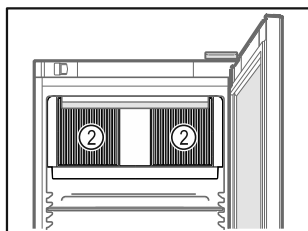

Fig. 41
- Sørg for at cirkulationsblæserens ventilationsåbninger Fig. 41 (2) i det indvendige rum altid er frie.